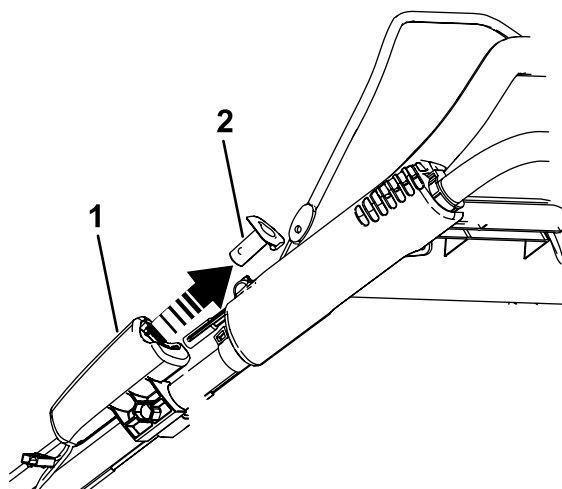

Figura 21
1. Rimuovete il pulsante di avviamento elettrico (se in dotazione); fate riferimento a Figura 21.